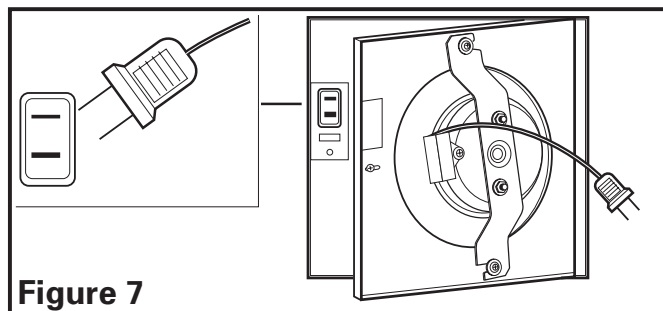

Figure 7
1. Réinstaller le venturi du ventilateur en le tenant à un angle d'environ 45 degrés, accrocher les deux onglets sur le venturi dans les fentes sur le cabinet et fixer en place en serrant les vis du venturi. Faire tourner la roue de la soufflante à la main pour s'assurer qu'elle tourne librement. Maintenant, connecter le moteur du ventilateur dans le réceptacle (**Figure 7**).